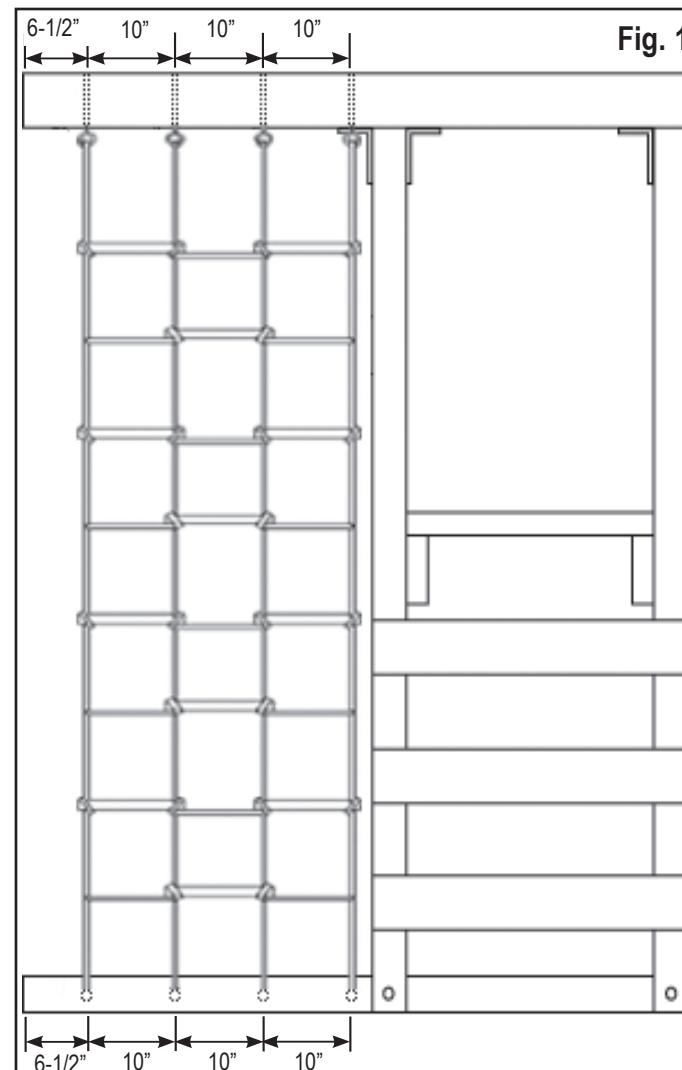

Fig. 1
2. Taladre cuatro huecos de 5/16" en la parte de arriba de la viga como se indica en Fig. 1. Taladre cuatro huecos de 3/8" en la base como se indica en Fig. 1.